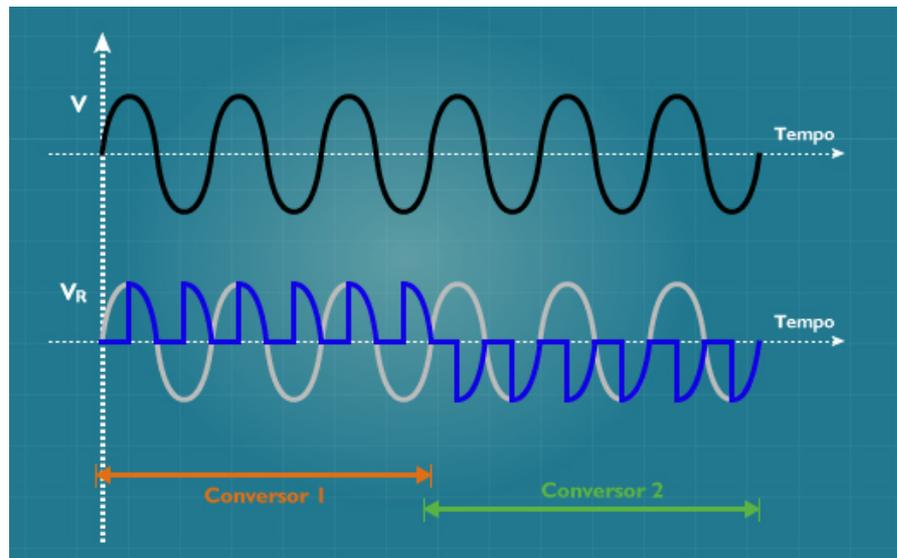

Figura 3 - Forma de onda do cicloconversor com entrada monofásica e saída monofásica.
A Figura 3 mostra a forma de onda na saída do cicloconversor monofásico/monofásico. Quando é aplicada uma tensão alternada V com amplitude e frequência fixas, os dois conversores atuam de forma a gerar um sinal com amplitude e frequência diferentes. Quanto ao ciclo de trabalho, é controlado para que apenas o conversor 1 trabalhe durante um determinado período, gerando assim a parte positiva do sinal de saída. O mesmo procedimento ocorre para a obtenção da parte negativa. Dessa forma, é possível, ajustando-se os tempos de cada conversor, controlar a frequência do sinal de saída, uma vez que o período do sinal da tensão de saída é dado por um ciclo do sinal, indicando o tempo que ele fica positivo somado ao tempo que ele permanece negativo.
1. Considerando a Figura 3 e que o sinal V de entrada tem uma frequência de 60Hz, qual a frequência do sinal V_R ?